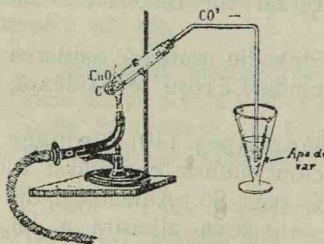

Fig. 176. Încălzirea zahărului cu oxid de cupru.
**Experiență.** Încălzim un amestec de zahăr pisat și oxid cupric într'o eprubetă uscată. După câtvă timp se așează în părțile reci ale eprubetei picături de apă și se dezvoltă bioxid de carbon care turbură apa de var, (fig. 176).